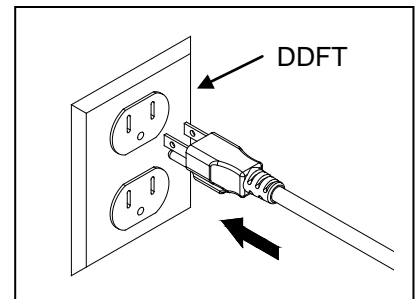

Fig. 3
3. Placez la pompe dans l'eau et connectez-le à une source d'alimentation appropriée. Ajustez le contrôle du flux selon les besoins. Fig. 3